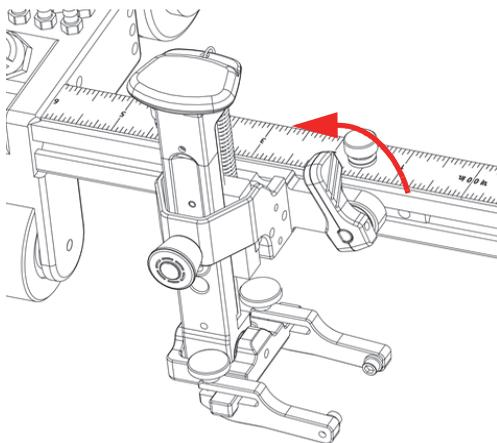

Рис. 2-14 Рычаг в разомкнутом положении
1. Поверните установочный рычаг против часовой стрелки, чтобы разблокировать держатель ПЭП. (Рис. 2-14 на стр. 56).